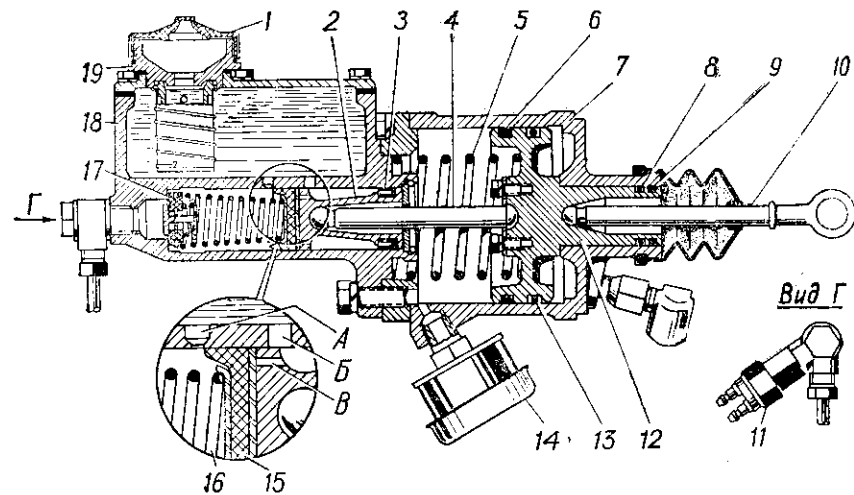

Рис. 51. Главный цилиндр и пневмоусилитель тормозного привода:
В цилиндре пневмоусилителя перемещается поршень 12 (рис. 51), связанный толкателем 4 с поршнем 2 главного цилиндра. Перемещение поршня пневмоусилителя осуществляется под действием сжатого воздуха и усилия водителя, прилагаемого к тормозной педали. Возврат поршня в исходное положение производится пружинами и избыточным давлением жидкости в гидравлическом тормозном приводе.
- отверните крышку 1 (см. рис. 51) пробки главного цилиндра и наполните главный цилиндр рабочей жидкостью;
— после завершения прокачки долейте рабочей жидкости в главный цилиндр до уровня между верхней и нижней кромками наливного квадратного отверстия пробки 19 (см. рис. 51) и плотно заверните крышку 1.